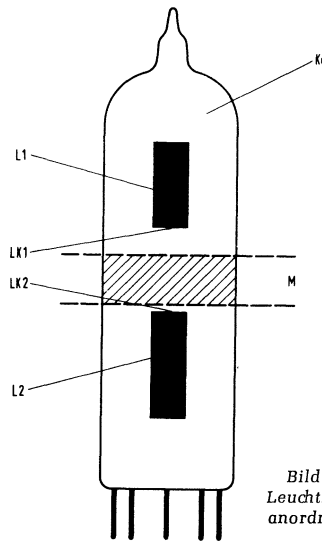

Bild 1.
kanten bestimmte Abschnitte in besonderer Weise gekennzeichnet. Die Kennzeichnung kann eine Änderung der Farbe, der Helligkeit oder der Form, z. B. der Leuchtstreifenbreite, sein. In Bild 1 ist ein derartiger „Markierbereich“ (M) mit Schraffur angedeutet; er dient im vorliegenden Fall zur Anzeige des übersteuerten Zustandes. Durch